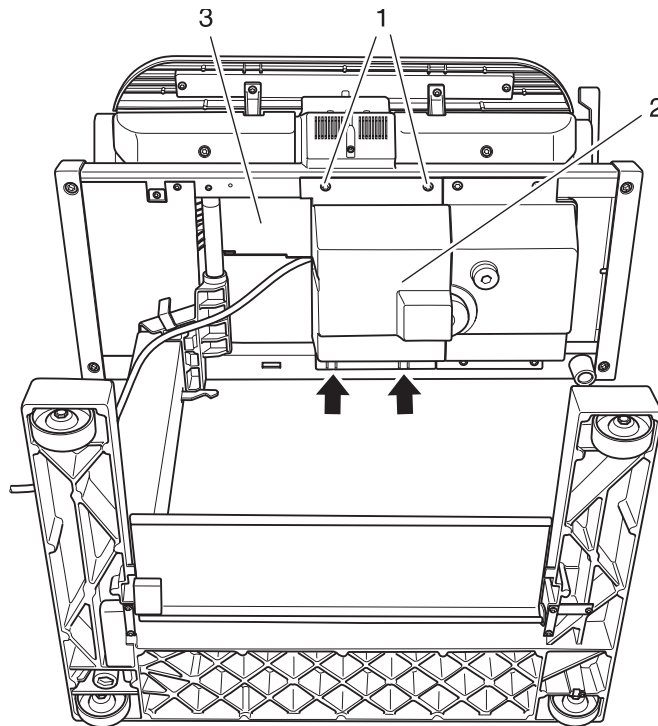

Fig. 23
- Den Ironnette mit dem Rücken auf den Fußboden legen (Fig. 23).